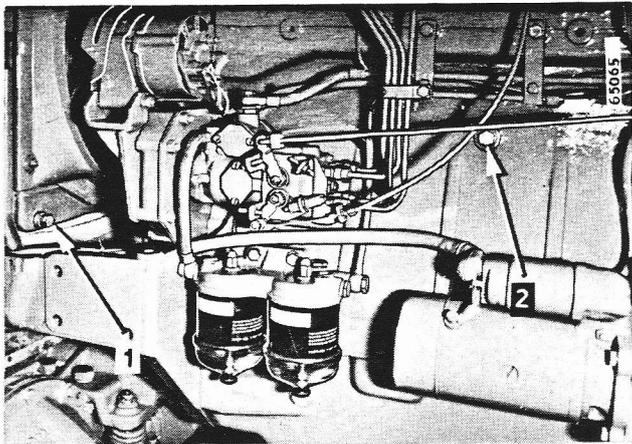

Figure 77
2. Otez le bouchon de vidange du bloc-moteur (2, fig. 77).
3. Otez le bouchon de vidange du radiateur (1).
6. Remettez les bouchons de vidange (1 et 2, fig. 77).